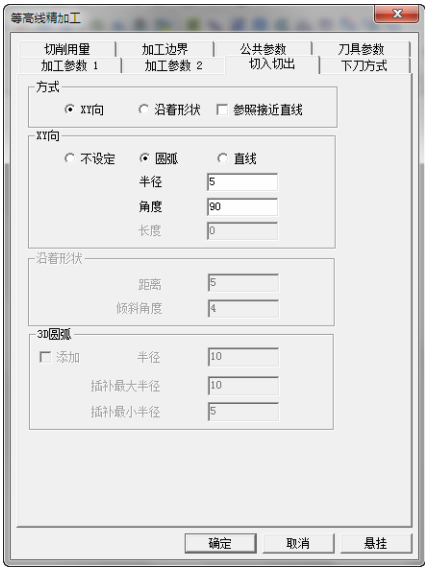

图 8-174 “切入切出”选项卡
3) 单击“切入切出”选项卡,设置“方式”为“XY 向”,“XY 向”为“圆弧”,“半径”、“角度”参数数值如图 8-174 所示。